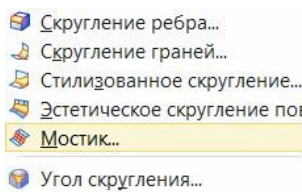

Рис.38
- Представьте, что у вас есть две поверхности, между которыми нужно провести **гладкое соединение** (рис.37). Эту операцию можно выполнить по-разному. Есть специальный способ – команда «Вставить \ Элементы детали \ **Мостик**» (рис.38).